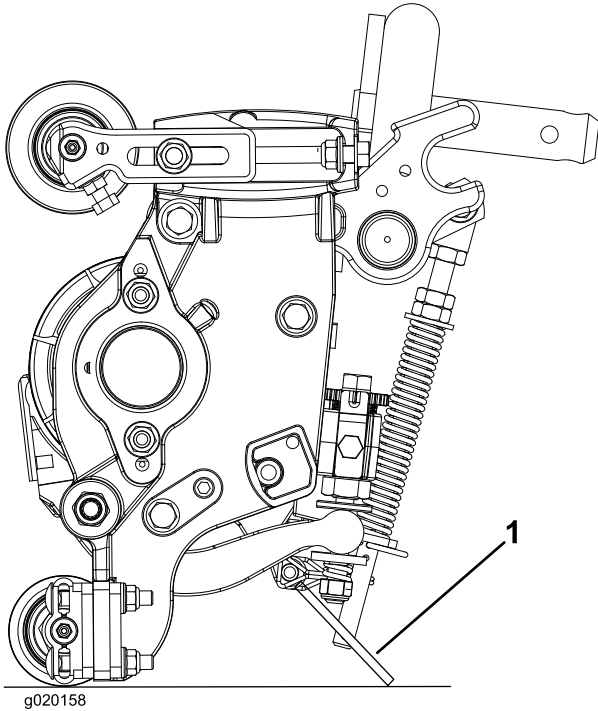

Figura 9
**Importante:** Accertatevi che i dadi sull'estremità posteriore delle viti di regolazione della barra di appoggio non poggino sul piano di lavoro (Figura 9).